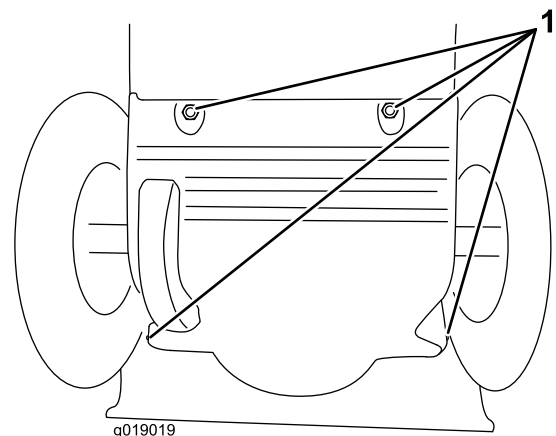

Figure 40
3. Retirez le couvercle arrière (Figure 40).